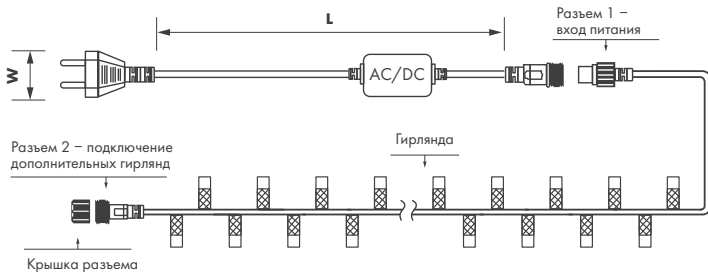

Рис. 1. Схема подключения гирлянд к шнуру питания
3.3. Присоедините к разъемам шнура питания гирлянды, подключите к сети питания AC 230 В согласно схеме, представленной на рис. 1, и проверьте ее работоспособность.